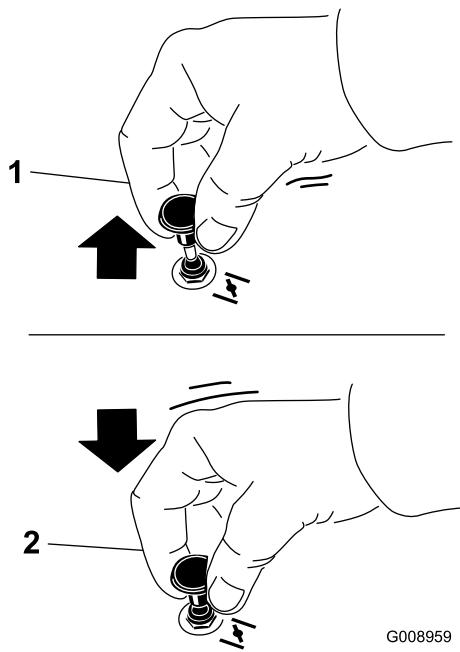

Figure 20
1. Tirez sur la commande de starter pour engager le starter avant d'utiliser le commutateur d'allumage (Figure 20).
2. Poussez sur le bouton du starter pour désengager le starter lorsque le moteur a démarré (Figure 20).